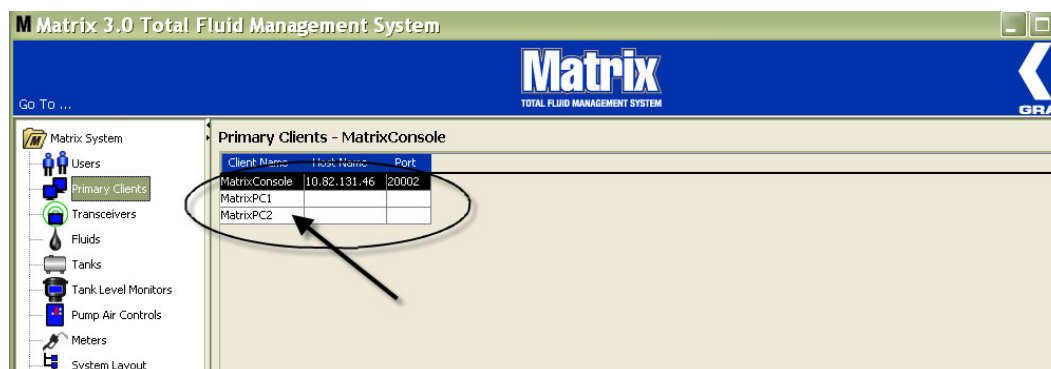

Рис. 81
6. Новый основной клиент появляется внизу перечня на экране «Primary Clients» [Основные клиенты] (Рис. 81). Помните, что после указания имени нового основного клиента, имя появится с пустыми полями имени узла и порта. Эти поля заполняются автоматически, когда основной клиент соединиться с обработчиком служб Matrix.